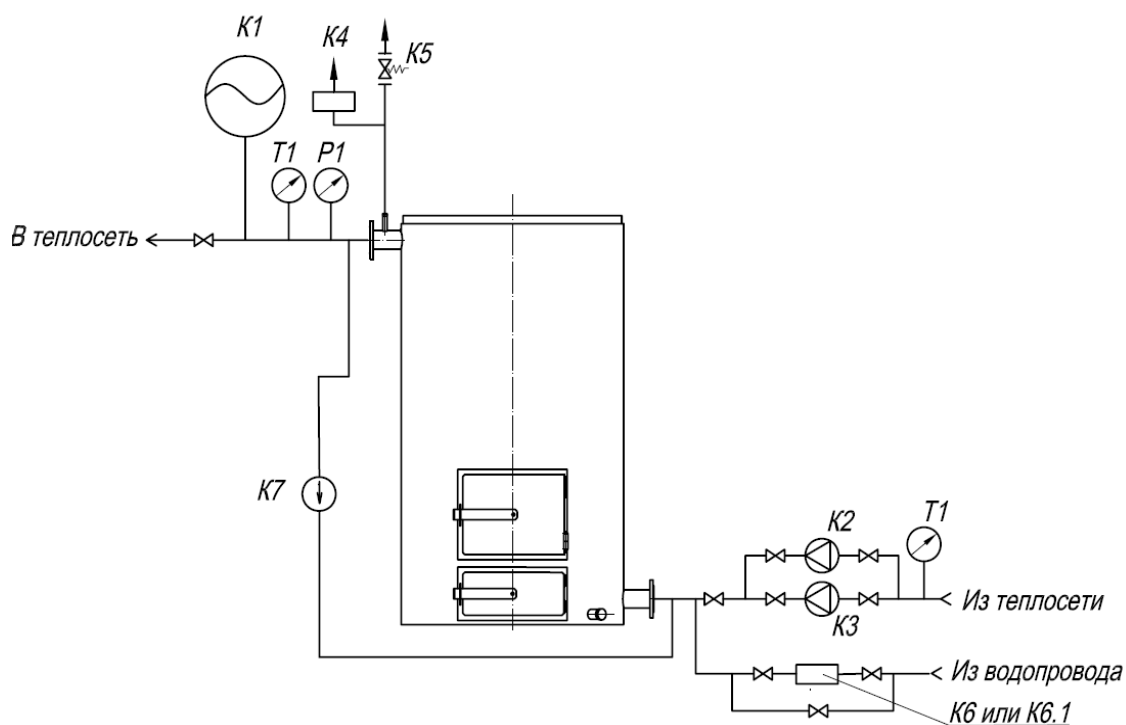

Рис.2
- Для обеспечения надежной и длительной эксплуатации котла, необходимо поддерживать разность между температурами теплоносителя на входе в котел и на его выходе не более 25°C. Для достижения этой цели рекомендуется установка рециркуляционного насоса котлового контура (см.рис.2).
Проверить правильность присоединения котла к отопительной системе (см. рекомендуемую схему подключения Рис.2).